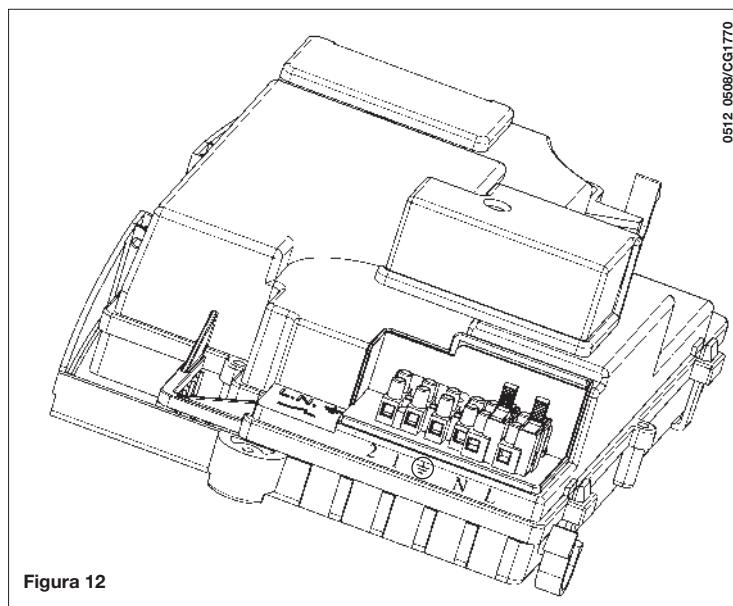

Figura 12
- retirar a tampa e aceder à zona de ligações eléctricas (figura 12).
- aceder à régua de bornes de alimentação (figura 12) como se descreve no parágrafo precedente;
- retirar a ponte sobre entre os bornes (1) e (2);